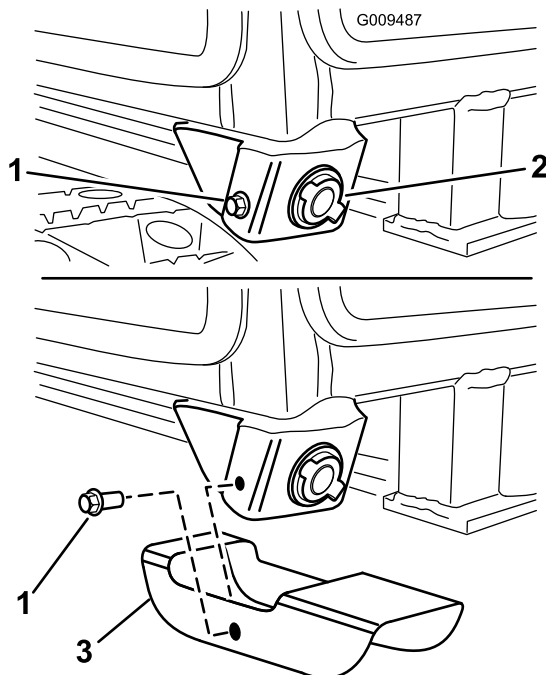

Figure 66
6. Enlevez le boulon qui fixe la prise de courant au coin avant droit du cadre de la cabine (Figure 66).
7. Glissez la protection de la prise de courant sur la prise de courant en alignant les trous de la protection sur les trous de la plaque de la prise (Figure 66). Le côté long de la protection doit être dirigé vers l'avant pour protéger correctement la prise de courant.